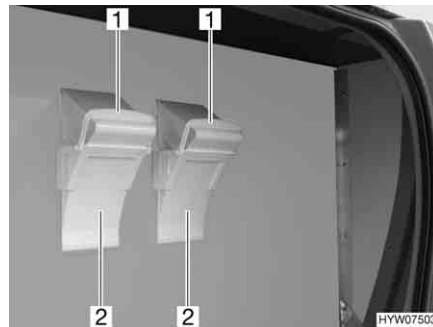

Fig. 14 Cunei d'arresto
- Ruotare verso il basso la staffa di supporto (Fig. 14,1).
- Estrarre il cuneo d'arresto (Fig. 14,2) dal supporto.